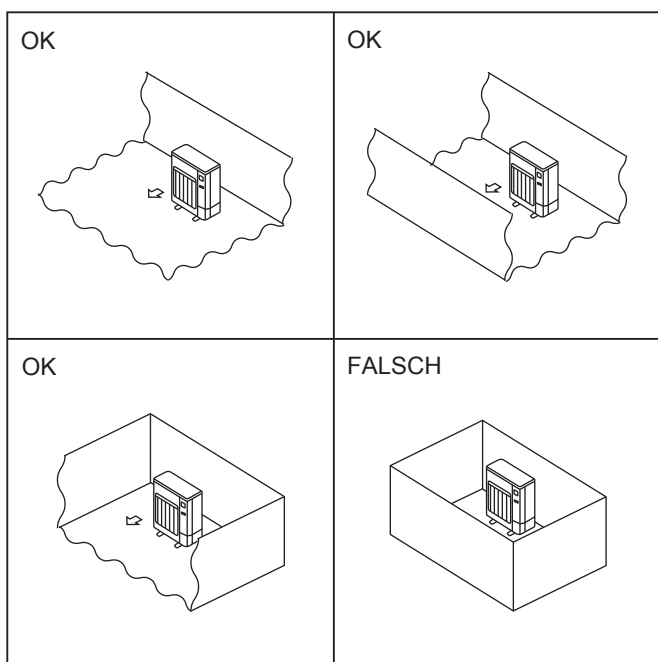

Fig. 2-1
- ⊙ Installieren Sie Außenanlagen an einem Ort, an dem wenigstens eine der vier Seiten offen ist, und in einem ausreichend großen Raum ohne Senken. (Fig. 2-1)